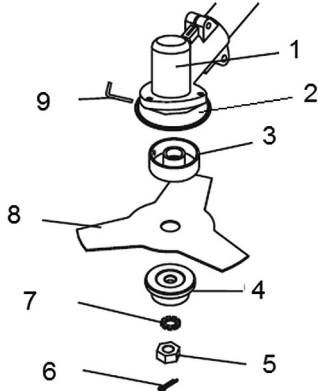
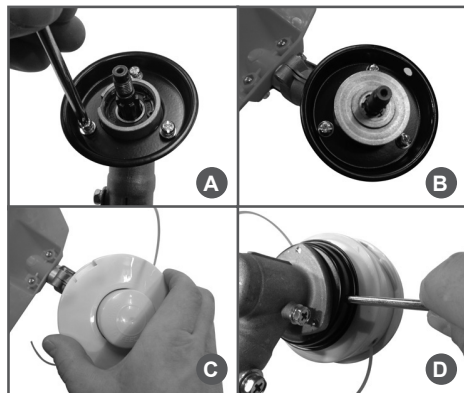

Рис. 3 Конструкция узла крепления ножа
Рис. 7 Установка триммерной головки
тора гайку 5, снимите стопорную 7 и прижимную шайбы 4, снимите защитную шайбу редуктора 3 (Рис. 3).
- Установите чашку редуктора 2 (Рис. 3) так, чтобы отверстие в чашке и выемка в корпусе редуктора встали друг напротив друга, и закрепите ее винтами (Рис. 4А).
- Установите в отверстие защитной шайбы редуктора стопор 9 (ключ шестигранный 4 мм) (Рис. 3).
- Установите нож 8 (Рис. 3) на защитную шайбу редуктора (Рис. 4С).
Для установки триммерной головки открутите гайку крепления ножа, снимите шайбу стопорную и прижимную шайбу ножа, как показано на Рис. 3, 7В и закрутите триммерную головку (Рис. 7С). Удерживая стопор, произведите окончательную затяжку триммерной головки (Рис. 7Д).